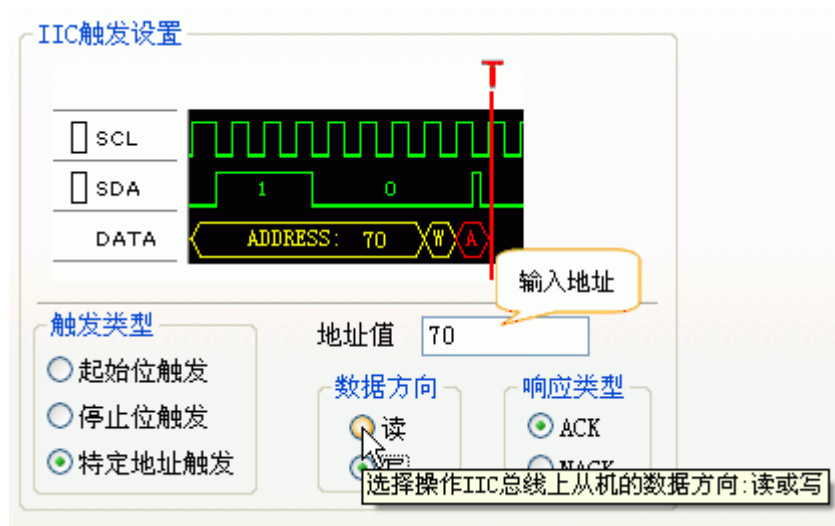

图 10.7 设置特定地址触发
3. **选择触发类型。**如果选择了起始位或停止位作为触发条件，则直接用鼠标左键单击“触发设置界面”的确定按钮即可完成设置。如果选择了特定地址触发，则要填写特定的地址值、指定数据方向（读或写）、指定响应类型（ACK或NACK），如图 10.7所示。